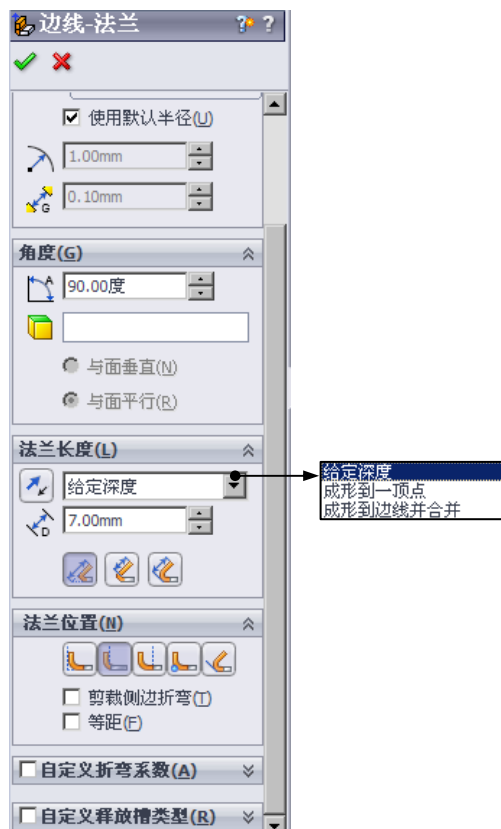
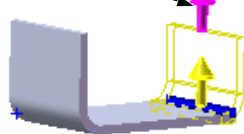

图 7.2.9 “边线-法兰”对话框
图 7.2.10 设置深度和方向
Step4. 定义法兰参数。在图 7.2.9 所示的“边线-法兰”对话框 **角度(G)** 区域的 文本框中输入角度值 90.0; 在“边线-法兰”对话框 **法兰长度(L)** 区域的 下拉列表中选择 **给定深度** 选项, 方向如图 7.2.10 所示, 在 文本框中输入深度值 7.0, 在此区域中单击“外部虚拟交点”按钮 ; 在 **法兰位置(N)** 区域中单击“材料在外”按钮 , 取消选中 ☐ **剪裁侧边折弯(I)** 和 ☐ **等距(E)** 复选框。